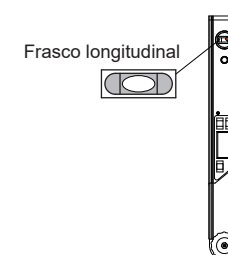

Fig.2
- b. Controlo longitudinal (Fig.2).